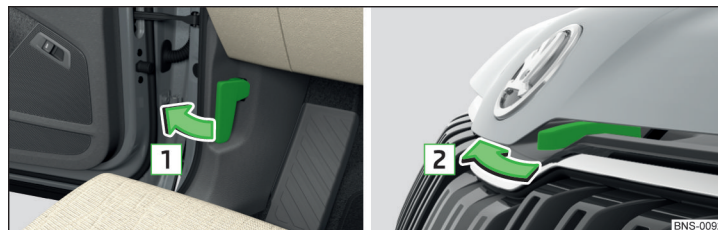

Fig. 324 Abrir el capó
- ▶ Abrir la puerta del conductor y tire la palanca de desbloqueo ubicada debajo del tablero de instrumentos en el sentido de la flecha 1 » fig. 324.